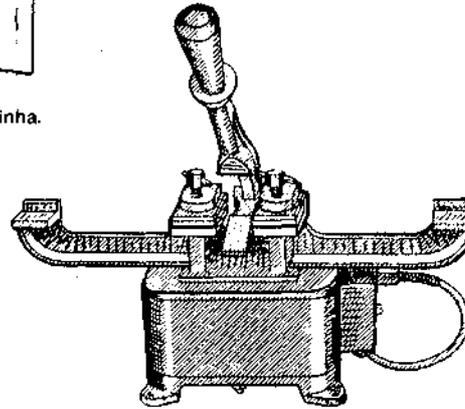

Fig. 92
*Soldadeira elétrica para serra de fita.* — Peça de ferro fundido com quatro pés, tendo embaixo um transformador, ao lado esquerdo um fio de cobre revestido de borracha e uma chave para ligar a corrente com quatro pontos (0-1-2-3-). Em cima estão duas bases de bronze (cada uma com o parafuso e o calço que prendem a serra), separadas pelo espaço por onde passa o braço da manícula com a tenaz. Esta aperta a emenda na hora de soldar (Fig. 92).